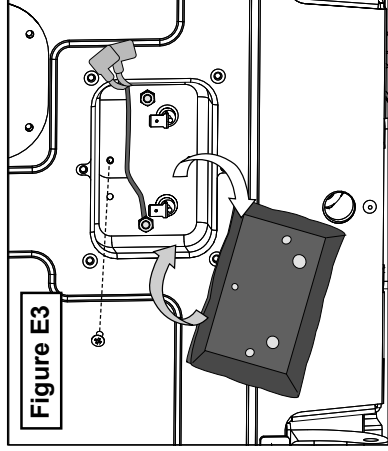

Figure E3
- Remove the rubber insulator. See Figure E3.
- Remove the phillips head screw. See Figure E3.
- Insert the phillips head screw and tighten. See Figure E3.
- Install the rubber insulator. See Figure E3.
- Enlevez la vis cruciforme. Voir la figure E3.
- Insérez la vis cruciforme et serrez-la. Voir la figure E3.
- Installez l'isolant en caoutchouc. Voir la figure E3.
- Retire el aislante de caucho. Vea la figura E3.
- Retire el tornillo con cabeza de estrella (Phillips). Vea la figura E3.
- Inserte el tornillo con cabeza de estrella (Phillips) y apriete. Vea la figura E3.
- Instale el aislante de caucho. Vea la figura E3.